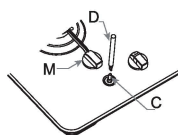

fig. 10
2. Quite las perillas de control "M" (Fig. 10).